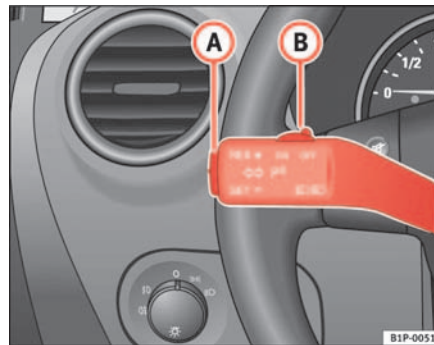

Abb. 126 Blinker- und Fernlichthebel: Schalter und Wippe für GRA
- Drücken Sie den unteren Teil der Wippe **SET** ⇒ Abb. 126 **(A)** einmal kurz, wenn die zu speichernde Geschwindigkeit erreicht worden ist.